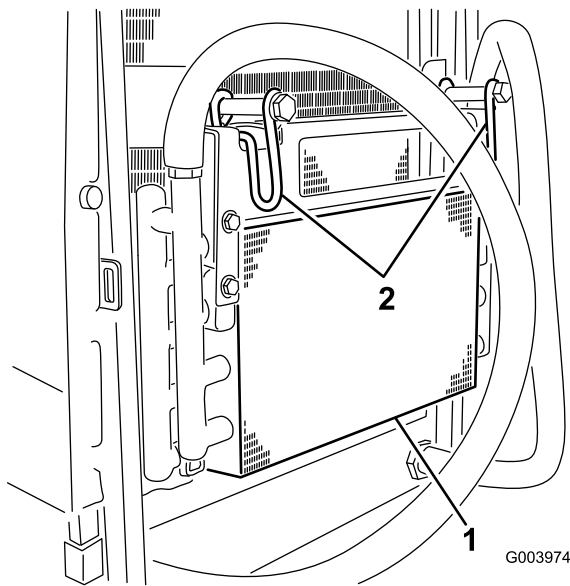

Figure 69
- Pivotez les verrous vers l'intérieur pour dégager le refroidisseur d'huile (Figure 69).